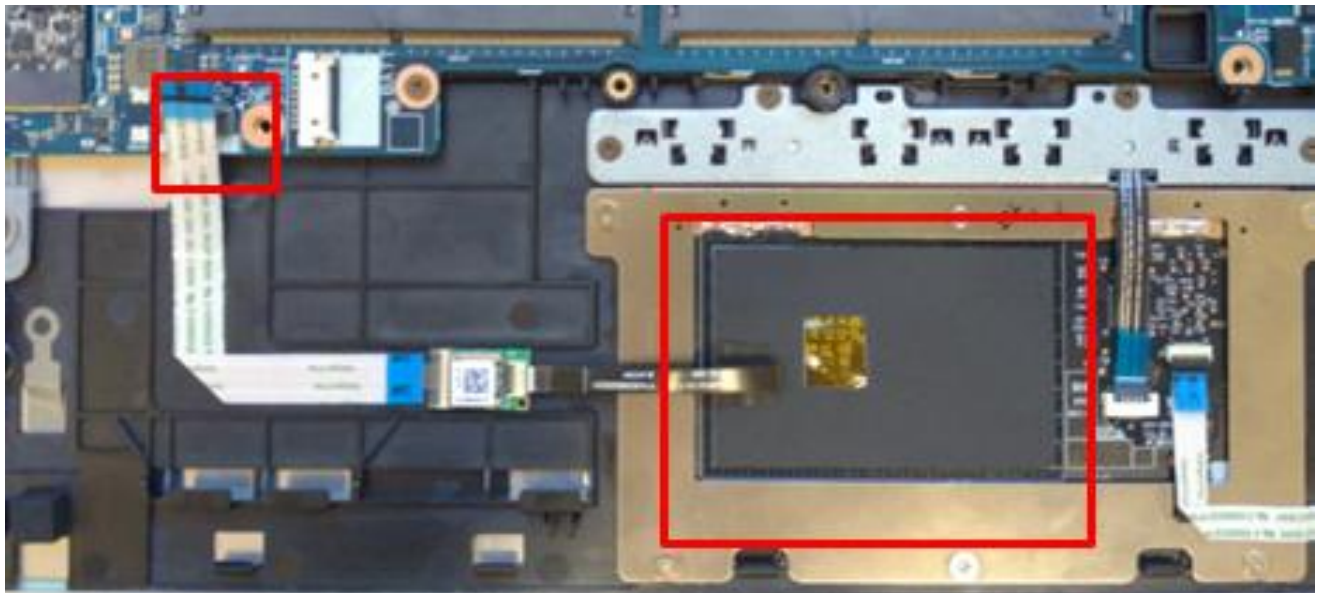

Fig.2
- 2.Disassemble NFC FFC, NFC module, NFC antenna(Fig.2).